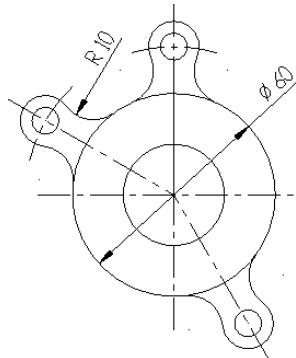

图 5-39 圆弧半径标注
⑤ 根据系统提示“建立尺寸，圆：将尺寸标注移至合适的位置”，在图形上方合适的位置单击鼠标左键，即可完成圆弧标注，结果如图 5-39 所示。